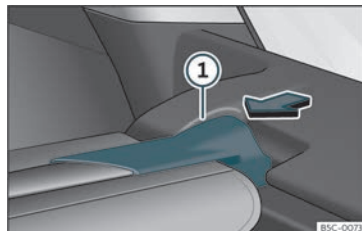

Fig. 119 Na bagageira: desmontar a chapeleira.
- Pressione o suporte da chapeleira >>> **Fig. 119** ① no sentido da seta.
- Encaixe o suporte da chapeleira >>> Fig. 119 ① no alojamento do outro lado.